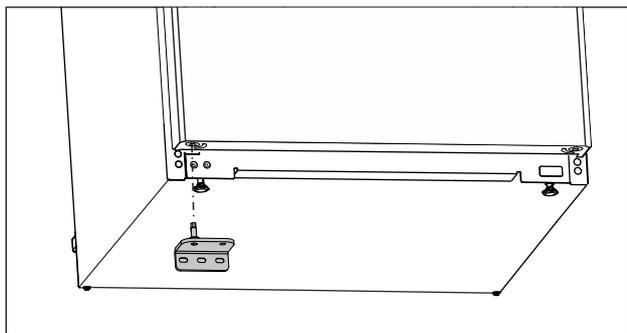

Fig. 25
- Placer le support de palier inférieur du côté opposé. (voir Fig. 25)